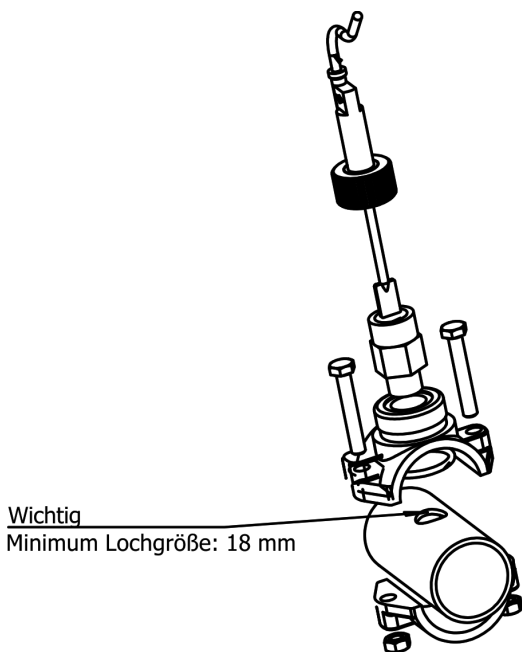

Abb. 10a
2. Den zum Lieferumfang gehörenden Durchflussdetektor (Durchflussschalter) immer senkrecht an der Manschette (Abb. 10a) anbringen.